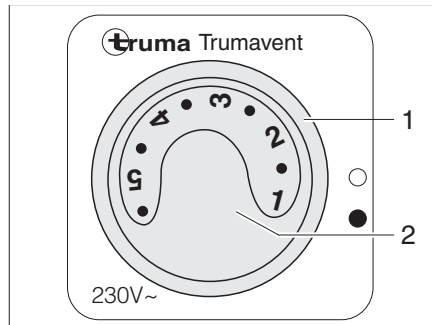

Fig. 107 Interruttore di comando per la ventola di ricircolo dell'aria (230 V)
- Portare l'interruttore girevole (Fig. 107,1) in posizione "●".
- Impostare con la manopola (Fig. 107,2) la prestazione desiderata della ventola di ricircolo dell'aria.
- Portare l'interruttore girevole (Fig. 107,1) in posizione "○".